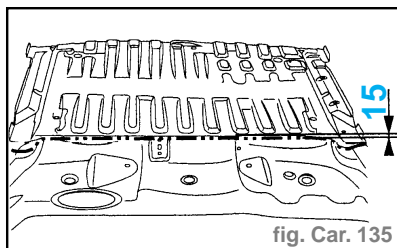

fig. Car. 135
- Tracer puis découper le plancher à l'aide d'une meule épaisseur 1 mm (coupe définitive) (fig. Car. 135).